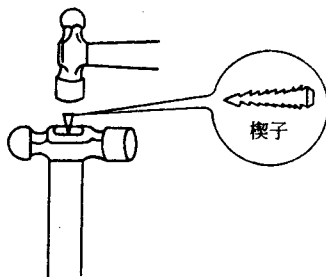

图 1-2 锤柄安装
(1) 手锤平面应平整，有裂痕或缺口的手锤不能使用。
(2) 锤柄安装要牢固可靠。为防止锤头脱落，必须在端部打入楔子，将锤头锁紧，如图 1-2 所示。
(3) 锤柄不得当撬棍，以免锤柄折断或受损伤。
(4) 使用手锤时，手柄和锤